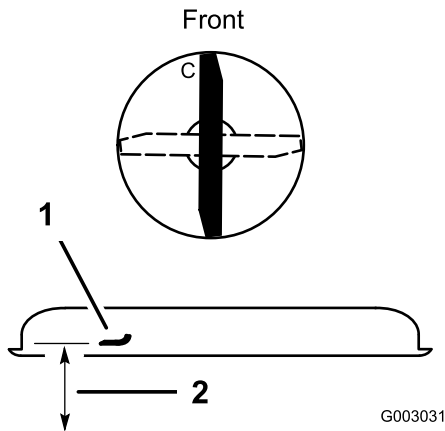

Figure 47
- Tournez la lame dans le sens longitudinal (Figure 47).
- Mesurez la distance entre la surface plane et le tranchant (position C) de la lame (Figure 47) et notez cette valeur.